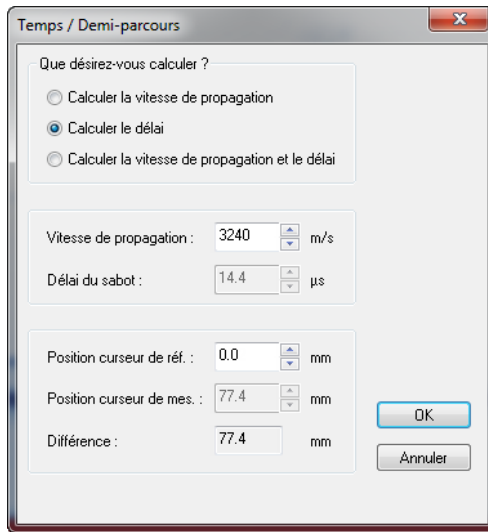

Figure 4-25 Étalonnage dans la boîte de dialogue Temps / Demi-parcours
7. Dans la boîte de dialogue **Temps / Demi-parcours** qui apparaît (voir la Figure 4-25 à la page 263) :